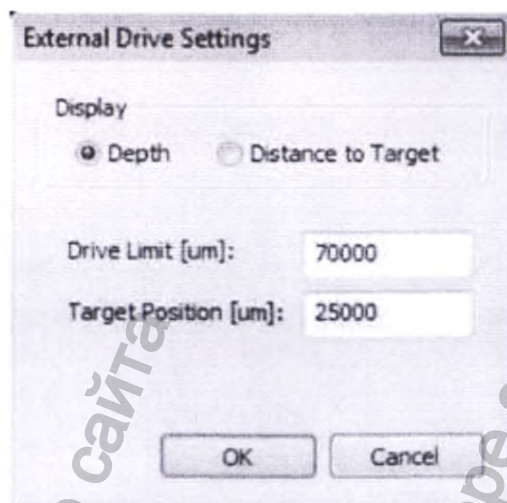

Рисунок 71: Настройки внешнего привода
3. 3. Нажмите , чтобы открылось окно настройки внешнего привода (Рисунок 71).